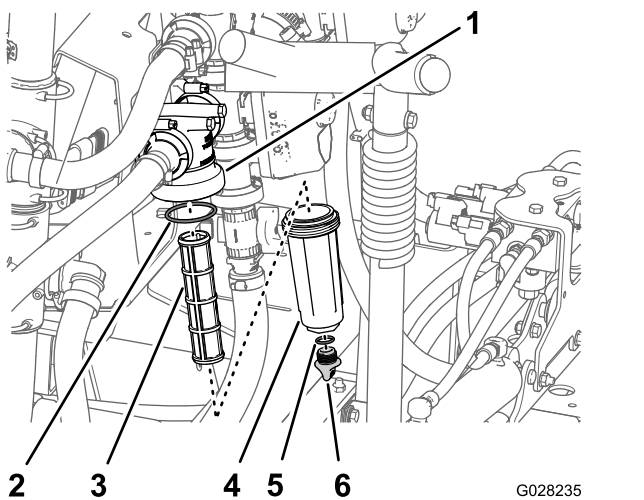

Figure 114
2. Placez un bac de vidange sous le filtre de pression (Figure 114).
3. Tournez le bouchon de vidange dans le sens antihoraire et déposez-le de la cuvette du filtre de pression (Figure 114).
4. Tournez la cuvette dans le sens antihoraire et déposez-la de la tête du filtre (Figure 114).
5. Retirez l'élément du filtre de pression usagé (Figure 114).
6. Contrôlez l'état et l'usure du joint torique du bouchon de vidange (à l'intérieur de la cuvette) et du joint torique de la cuvette (à l'intérieur de la tête du filtre) (Figure 114).
7. Montez le nouvel élément filtrant dans la tête du filtre de pression (Figure 114).
8. Vissez la cuvette sur la tête du filtre et serrez-la à la main (Figure 114).
9. Vissez le bouchon sur la cuvette à la main (Figure 114).